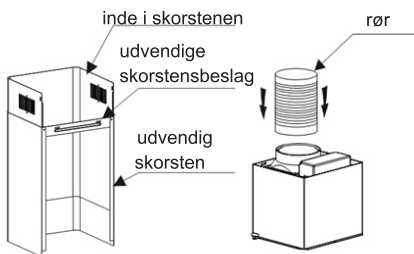

Figur. 10
- Placer skorstenene på hættten og fastgør den indvendige skorsten med beslaget med 2 skruer. (Figur 10)